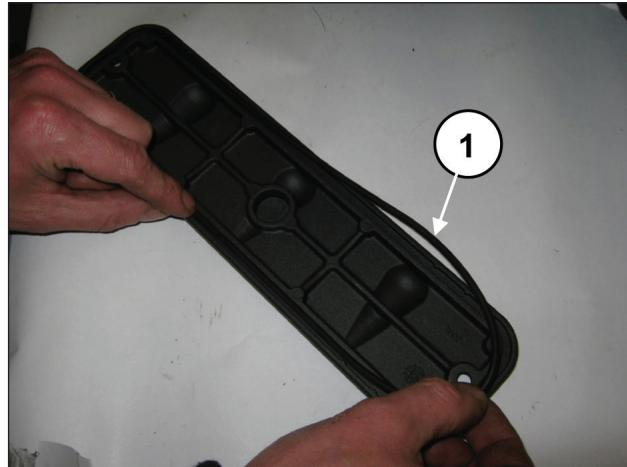
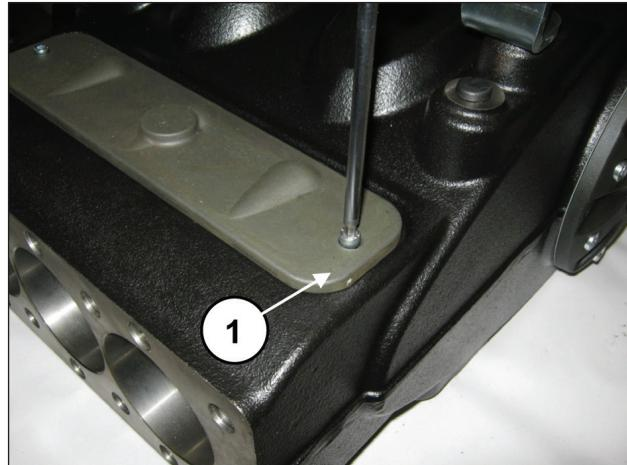

Abb. 93
Abb. 94
Montieren Sie Inspektionsdeckel mit dem O-Ring (Pos. ①, Abb. 93) und ziehen Sie die Deckel anhand von 2 Schrauben M6x14 (Pos. ①, Abb. 94) und 2 Schrauben M6x40 fest. Eichen Sie die Schrauben mit einem Drehmomentschlüssel, wie in Kapitel 3 EICHWERTE FÜR DEN SCHRAUBENANZUG gezeigt.